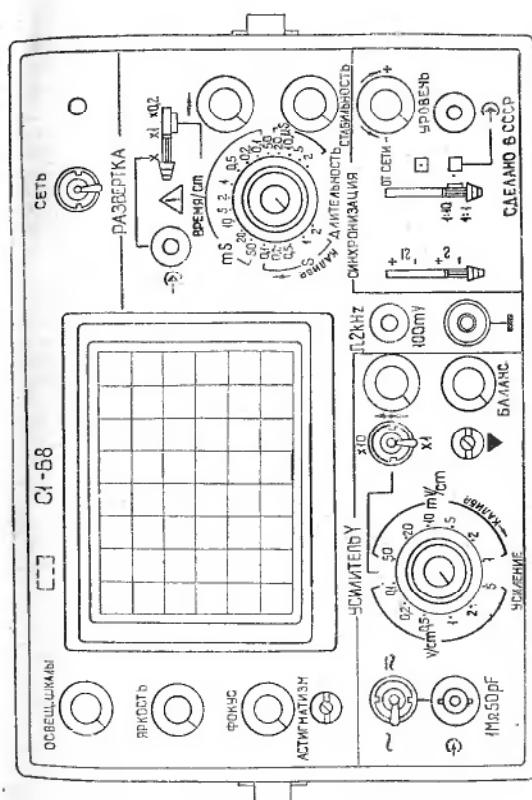

Рис. 12. Передняя панель прибора.
5. 3. 1. Органы управления и присоединения (рис. 12, 13), расположенные на лицевой панели, предназначены: